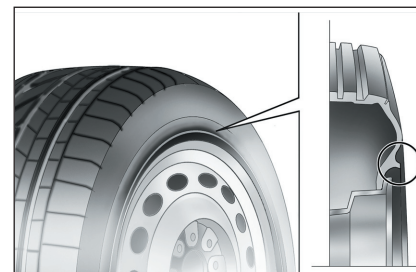

fig. 4a
### PNEUMATICI RIM PROTECTOR fig. 4a
*Nel caso di utilizzo di coppe ruota integrali fissate (mediante molla) al cerchio in lamiera e pneumatici non di primo impianto, after sale, dotati di "Rim Protector" (fig. 4a), NON montare le coppe ruota. L'uso di pneumatici e coppe ruota non idonei potrebbe portare alla perdita improvvisa di pressione del pneumatico.*